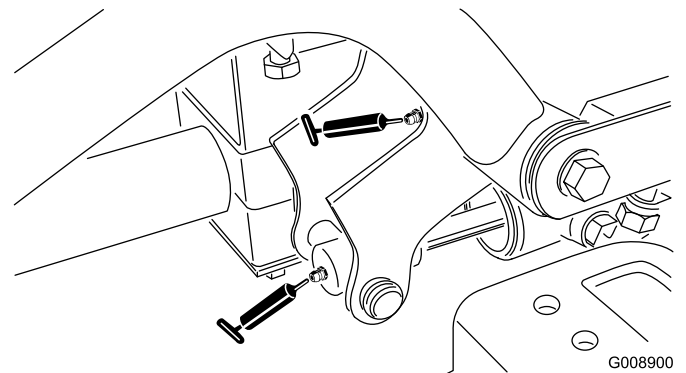

Bild 53
- Rechte vordere Hubarm-Drehbüchsen und Hubzylinder (2) (Bild 53)